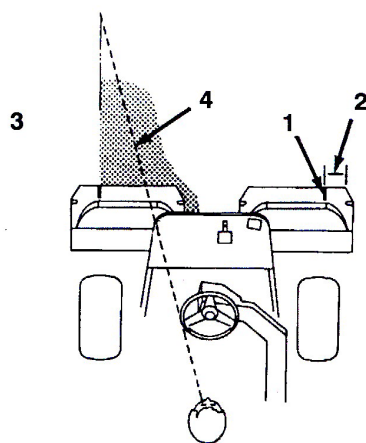

図 40
3. 行きと帰りでのオーバーラップができるだけ小さくなるように運転します。隣の列との距離を一定に保って直進するには、本機の前方向約 1.8～3m を視野に捕らえておくのがポイントです (図40, 25)。ハンドルを目印にして距離を合わせても良いでしょう。その場合、ハンドルの縁と本機前方の目標ラインとを重ねて見ながら運転します。